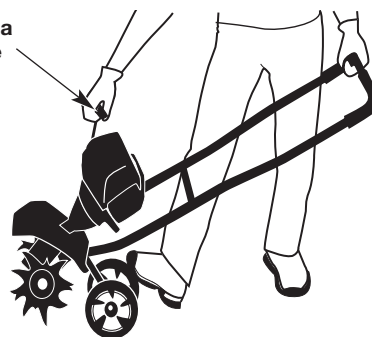

Fig. 9
**ADVERTENCIA:** Se debe evitar arrancar accidentalmente la unidad. A fin de evitar que se produzcan lesiones graves, el operador y la unidad deben estar en una posición estable cuando se jala la cuerda de arranque (Fig. 9).
**ADVERTENCIA:** Los dientes pueden girar durante el proceso de arranque. Siempre párese en la posición de arranque. Utilice un pie para mantener las ruedas en su lugar. Inclíne la unidad ligeramente hacia atrás para separar los dientes del suelo (Fig. 9).
2. Párese en la posición de arranque (Fig. 9). Sujete firmemente la barra de control con una mano. Sostenga la cuerda de arranque con la otra mano. Use el pie para aguantar las ruedas.
3. Inclíne la unidad ligeramente hacia atrás para separar los dientes del suelo (Fig. 9).
5. Siga sosteniendo oprimido el control del acelerador. Tire de la cuerda de arranque con un movimiento controlado y firme hasta que arranque la unidad (Fig. 9).